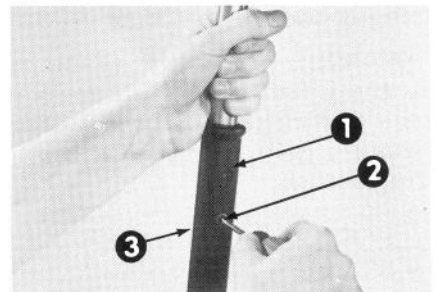

Figure 4
9. A l'aide du tournevis Phillips, serrez la vis du manche en maintenant bien l'écrou de plastique en place (Fig. 4).